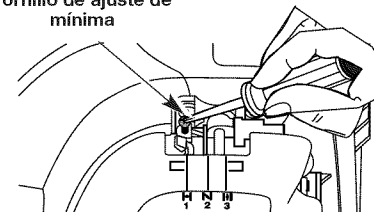

Fig. 25
La velocidad mínima del motor puede ser ajustada. Puede tener acceso al tornillo de ajuste de mínima a través de un orificio en la parte superior de la cubierta del motor (Fig. 25).
2. Suelte el gatillo del regulador y deje que el motor funcione en mínima. Si el motor se para, inserte un destornillador Phillips pequeño en el orificio de la cubierta del motor (Fig. 25). Gire el tornillo de mínima hacia adentro, en sentido horario, de a 1/8 de vuelta por vez (según sea necesario) hasta que el motor funcione en mínima suavemente.